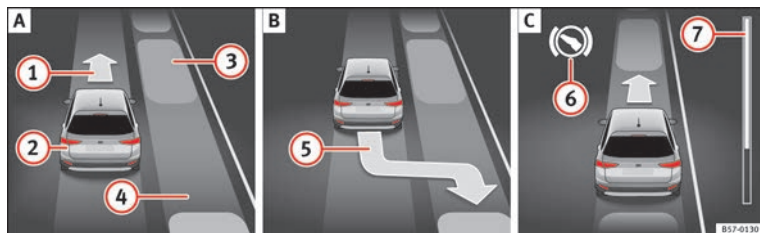
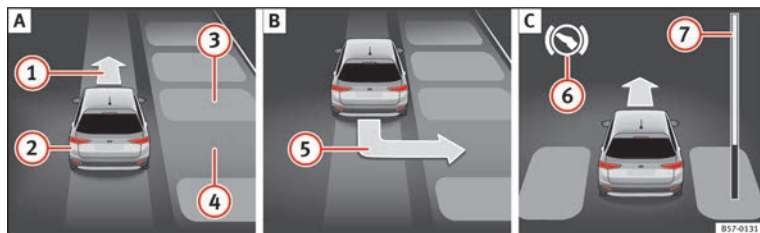

Fig. 203 Sul display del quadro strumenti: parcheggiare in linea **A** Cercare uno spazio di parcheggio. **B** Posizione di parcheggio. **C** Manovrare.
Fig. 204 Sul display del quadro strumenti: parcheggiare a pettine. **A** Cercare uno spazio di parcheggio. **B** Posizione di parcheggio. **C** Manovrare.
Legenda della **fig. 203** e **fig. 204**:
» **fig. 203** ⑦ e » **fig. 204** ⑦ mostra simbolicamente nel display del quadro strumenti la distanza relativa ancora da percorrere. Maggiore è la distanza, maggiore sarà il riempimento della barra di avanzamento. Circolando con la marcia in avanti, il contenuto della
Nella visualizzazione del display del quadro strumenti controllare se lo spazio è stato rilevato come "idoneo" ed è stata raggiunta la posizione corretta per parcheggiare » fig. 203  o » fig. 204  .
OPPURE: retrocedere finché nel display del quadro strumenti non comparirà l'indicazione di spostarsi con la marcia in avanti » fig. 203   o » fig. 204   .
9.	L'assistente di parcheggio dirige il veicolo con la marcia in avanti o in retromarcia fino a posizionarlo al centro dello spazio di parcheggio » fig. 203  o » fig. 204  .